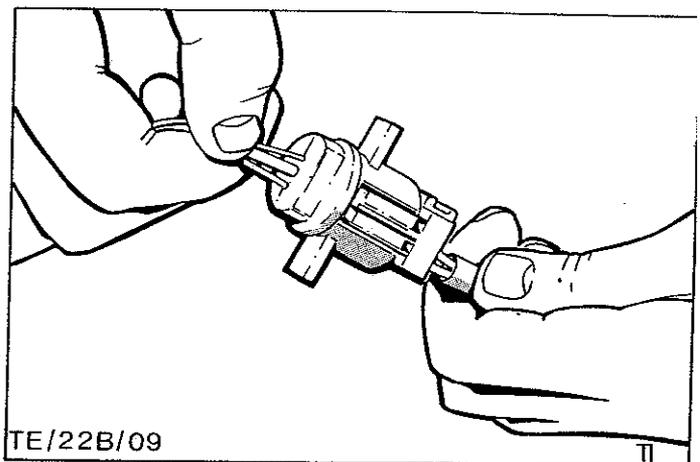

Abb.76 Verteiler - Mehrfachstecker auseinanderziehen.
5. Mehrfachstecker abziehen, Abb.76.